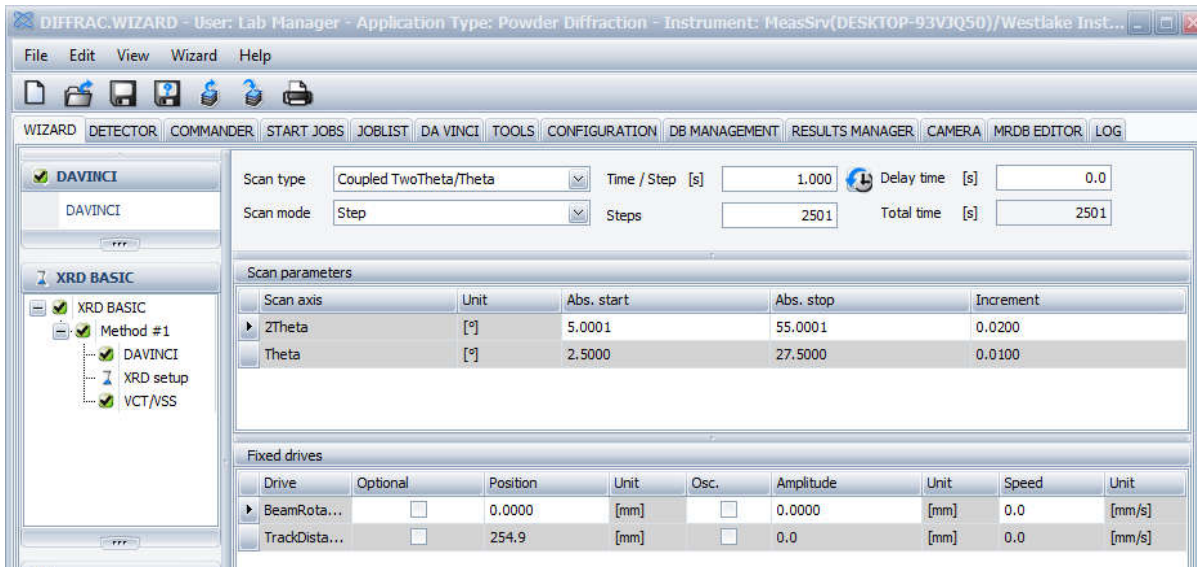

图 6-14 设置“Method”下的“XRD setup”
点击“Method”的“XRD setup”下设置：①2θ 起始角度（Start）、②终止角度（Stop）、③步长（Increment）、④曝光时间（Time/Step）等参数，如图 6-14；